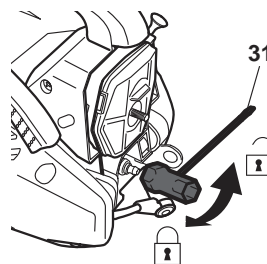

Fig. 62
2. Dévissez la bougie d'allumage à l'aide de l'outil multifonctions fourni (31), puis ôtez-la (Fig. 62).